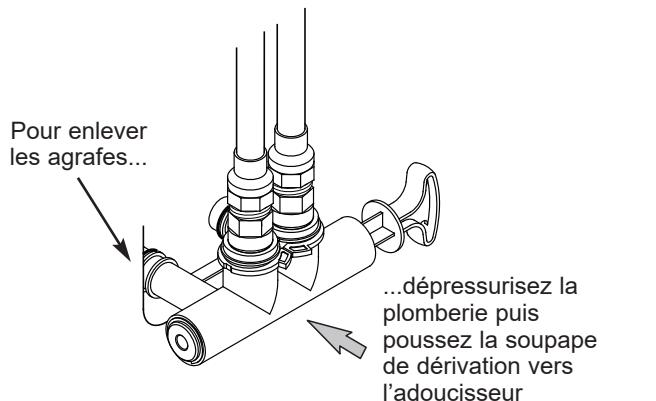

FIG. 15
7. Vérifiez qu'il n'y a pas de fuite autour des agrafes de l'entrée et de la sortie de l'adoucisseur. Si l'une d'elles fuit, dépressurisez la plomberie (fermez l'alimentation en eau et ouvrez les robinets) avant d'enlever l'agrafe. Lors de l'enlèvement des agrafes de l'entrée ou de la sortie de l'adoucisseur, poussez le corps de la soupape de dérivation simple vers l'adoucisseur (consultez la figure 15). Un démontage inadéquat risque d'abîmer les agrafes. Ne reposez pas une agrafe endommagée.